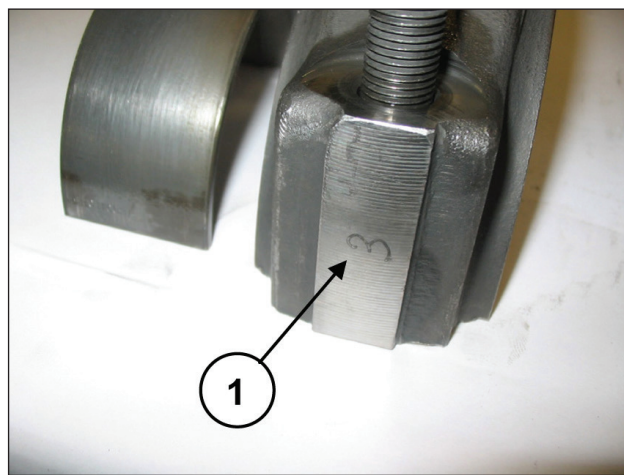

Fig. 25
Para evitar posibles errores, sombreretes y semibielas han sido enumerados en un lateral (pos. ①, Fig. 25).